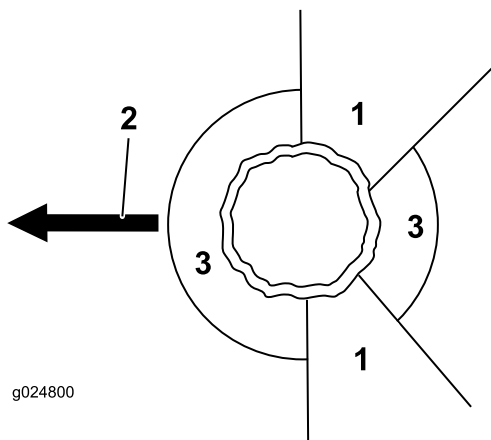

Figura 15
2. Individuate una via di fuga sgombra e sicura lungo la quale allontanarsi dalla zona di pericolo; fate riferimento a Figura 15.